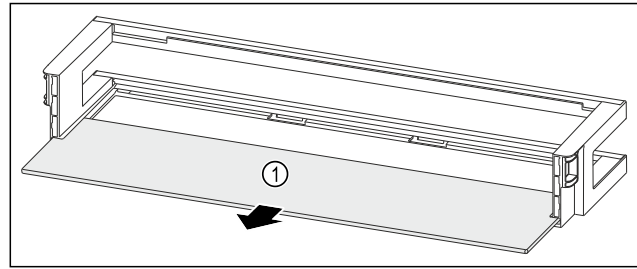

Fig. 48 Balconnet de contre-porte avec tablette de rangement
- ▶ Retirer la tablette de rangement Fig. 48 (1).